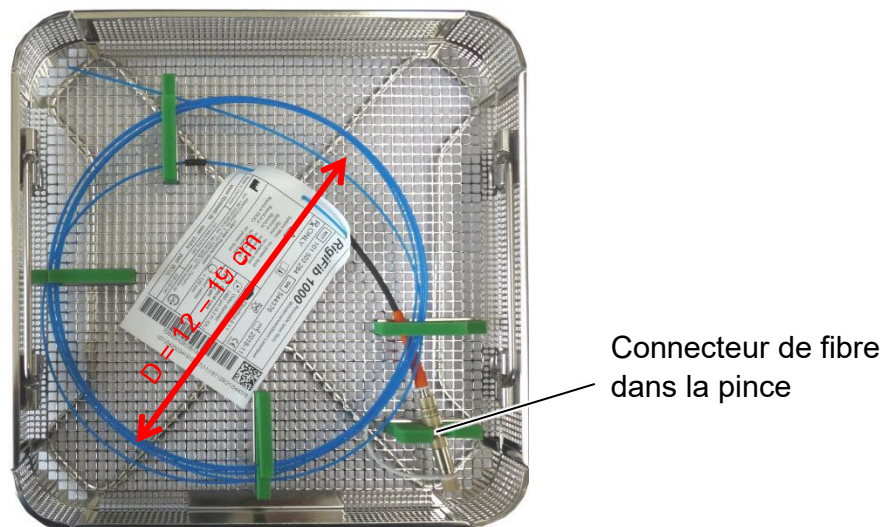

Figure 10 : Fibre optique laser dans le SteriTray-F
3. Placez d'abord le connecteur de fibre sur sa pince, puis fixez la fibre enroulée en utilisant les quatre autres pinces. Voir la Figure 10.